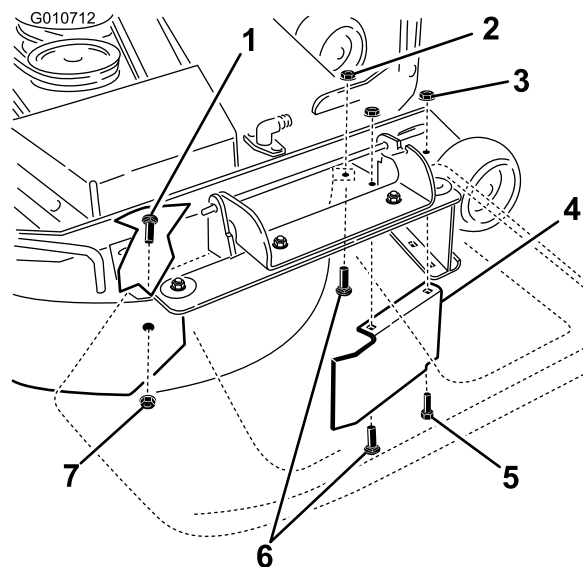

Figura 34
9. Retire el perno de cuello cuadrado (5/16" x 3/4") y la contratuerca (5/16"), situados en la pared trasera de la carcasa de corte, que sujetan el deflector a la carcasa (Figura 34).
10. Localice el protector del deflector en el borde delantero del orificio de descarga lateral. Retire las fijaciones que sujetan el protector del deflector y el deflector derecho a la carcasa de corte, según se muestra en Figura 34. Retire el protector del deflector y guarde todos los herrajes.
13. Instale las fijaciones retirados anteriormente en los taladros delanteros de la placa de descarga y en el taladro delantero de la carcasa (Figura 34).